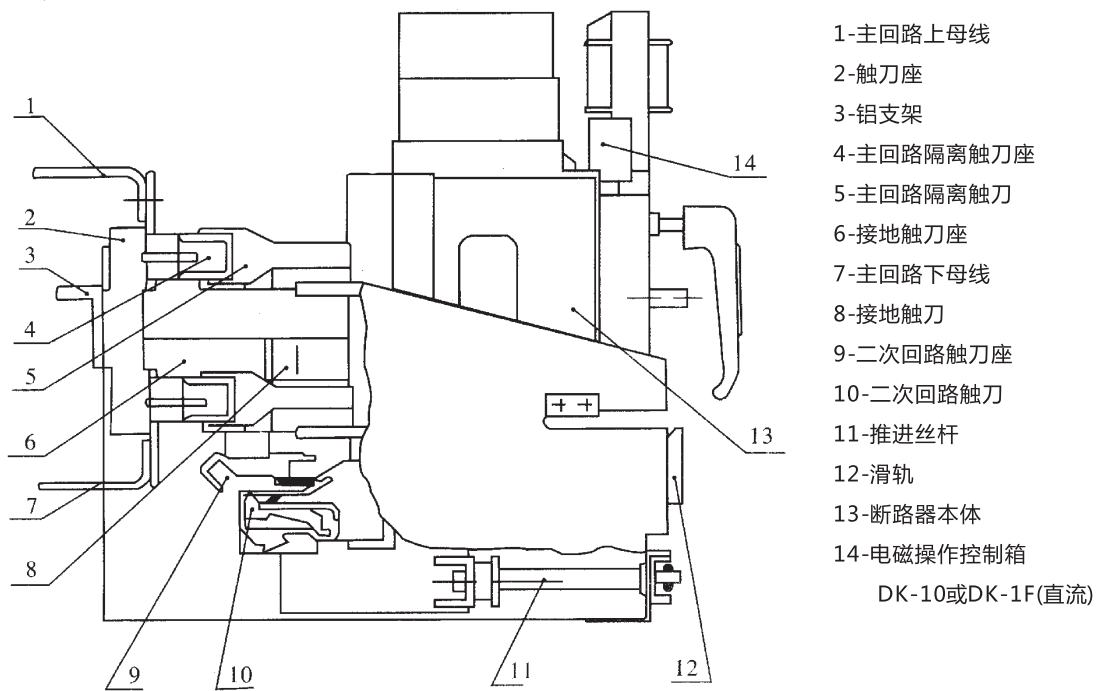

图6 抽屉式断路器(抽屉式限流断路器)结构示意图
4.1.2 DW15C抽屉式断路器(DW15C抽屉式限流断路器)由断路器(限流断路器)本体和抽屉座组成,其隔离触刀,二次回路动触头系统,接地触刀,支承导轨等零部件均固定在断路器(限流断路器)本体上,抽屉座由左右侧板、横梁、固定铝支架等组成,该支架上装有隔离触刀座、接地螺母,侧板上装有接地母线、二次回路静触头系统、滑轨、联锁导轨、指示装置等。抽屉座正下方装有螺旋杆式进退操作机构,操作手柄可自由装卸。抽屉式断路器(抽屉式限流断路器)结构图见图6。